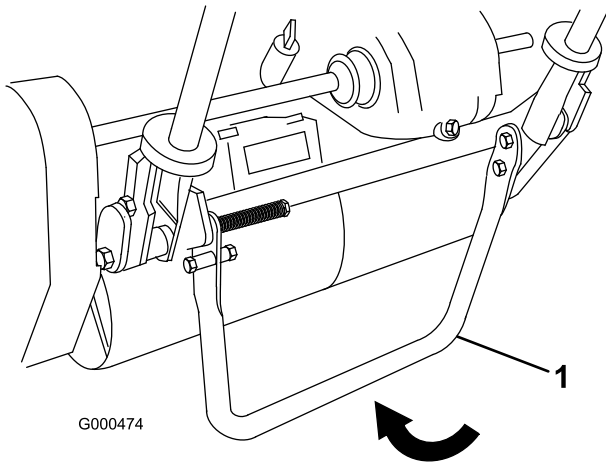

Figura 22
1. Baje el soporte con el pie, y tire hacia arriba del manillar hasta que el soporte haya girado hacia delante, pasando el centro del arco (Figura 22).